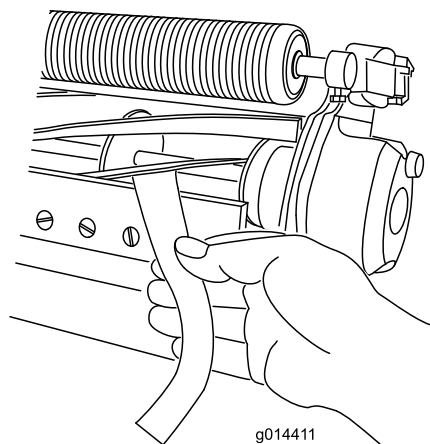

Рисунок 5
11. Проверьте характеристики скашивания, вставив длинную полоску бумаги между барабаном и неподвижным ножом перпендикулярно барабану и неподвижному ножу (Рисунок 5). Медленно проворачивайте барабан вперед, при этом бумага должна разрезаться.